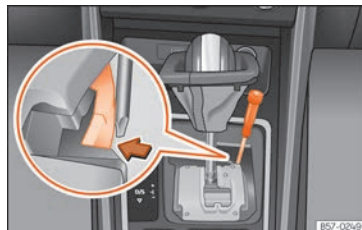

Fig. 54 Levier sélecteur : déverrouillage d'urgence de la position de parking.
- Avec un tournevis, appuyez latéralement sur la languette jaune de déverrouillage et maintenez la pression » » » **fig. 54**.